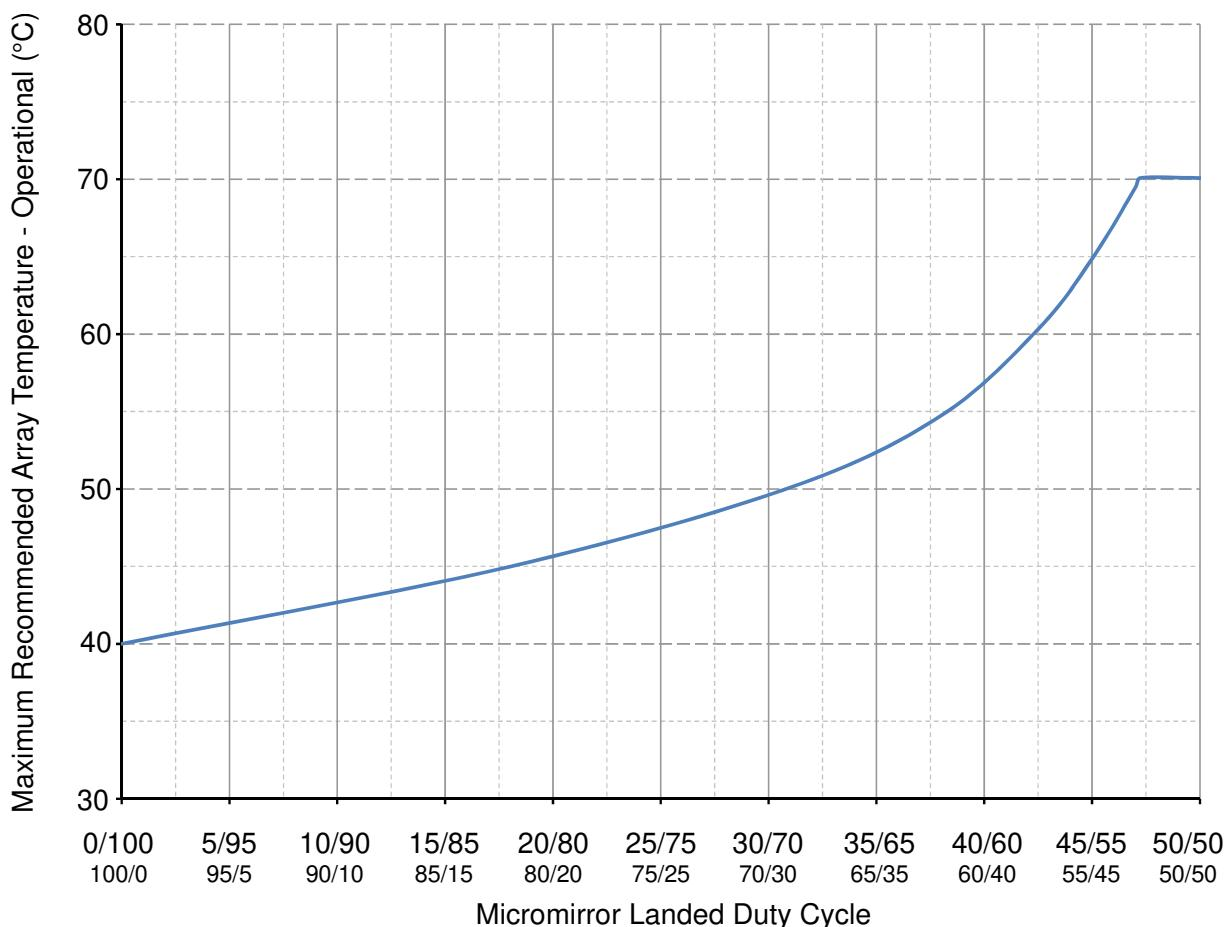

図 5-1. 推奨最大アレイ温度—ディレーティング曲線
- (7) セクション 5.8 タイミング要件 の低速インターフェイス(LSIF) のタイミング要件を参照します。
- (8) セクション 5.8 タイミング要件 の高速シリアルインターフェイス(HSSI) のタイミング要件を参照します。
- (9) DMD を最大推奨動作条件の温度および UV 照明に同時に曝露すると、デバイスの寿命が短くなります。
- (10) アレイの温度は直接測定することはできないため、マイクロミラー アレイ温度の計算 セクション 6.6 セクションに示すように、テスト ポイント 1 (TP1) で測定された温度から解析的に計算する必要があります。
- (11) 保存時および動作時の高温範囲で露点温度への曝露は、CTELR の合計 累積時間未満に制限する必要があります。
- (12) 長期は、デバイスの使用可能寿命と定義されます。
- (13) 短期は、デバイスの有効寿命全体にわたる合計累積時間です。
- (14) デバイスが「高温の露点温度範囲」にない経時的な平均値(保存や動作を含む)。
- (15) DMD のアクティブ領域は、DMD デバイスアセンブリの構造を通常の視界から覆い隠す、DMD ウィンドウ面の内側にある開口部で囲まれています。開口部は、いくつかの光学条件を想定した大きさになっています。アクティブ アレイの外側を照らすオーバーフィル光は散乱し、DMD を使用する最終アプリケーションの性能に悪影響を及ぼす可能性があります。アクティブ アレイの外部に入射する光の光束を最小限に抑えることが、照明光学システムの設計要件となっています。システムの光学アキテクチャとアセンブリ許容誤差によっては、アクティブ アレイの外側のオーバーフィル光量がシステム性能の劣化を引き起こす可能性があります。
- (16) DMD に入射する最大許容光出力は、規定された各波長範囲における最大光出力密度とマイクロミラー アレイ温度 (TARRAY) によって制限されます。
- (17) 図 5-1 に従って、最大動作アレイ温度は、最終アプリケーションにおいて DMD が受けるマイクロミラーの着地デューティサイクルに基づいてディレーティングする必要があります。マイクロミラーのランデッドデューティサイクルの定義については、セクション 6.9 マイクロミラーのランデッド オン / ランデッド オフ デューティサイクルセクションを参照してください。